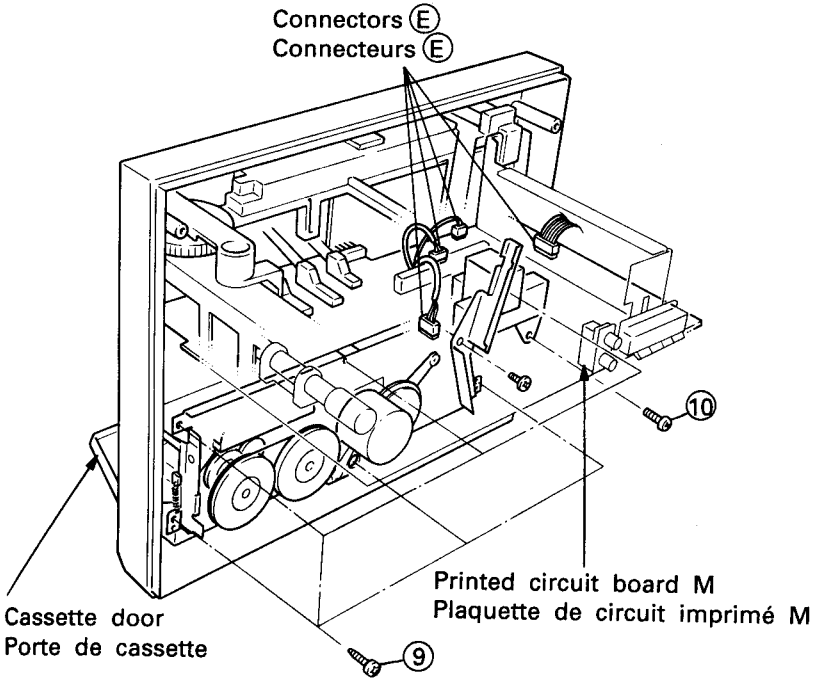

Fig. 5
Remove the four connectors ⑩ from the printed circuit board M. Open the cassette doors and remove the six screws ⑪. Remove the counter bracket fixing screw ⑫. Remove the deck chassis. (Fig. 5)
Débrancher les quatre connecteurs (E) de la plaquette de circuit imprimé M. Ouvrir les trappes à cassette et enlever les six vis (9). Retirer la vis (10) d'assemblage de la support contraire. Déposer le châssis de platine. (Fig. 5)